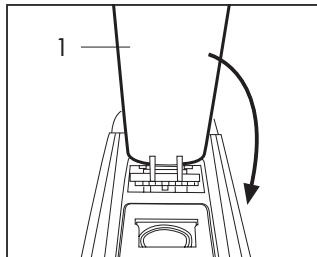

Fig. 10
- Refermer complètement le levier (1) (**Fig. 10**)